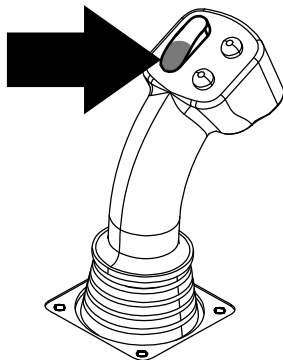

Bild 30
**Wichtig:** Stellen Sie sicher, dass Sie den unteren Teil des Nocken-Kippschalters am linken Joystick ganz nach unten halten, bis die Aktion in jedem Schritt abgeschlossen ist (Bild 30).